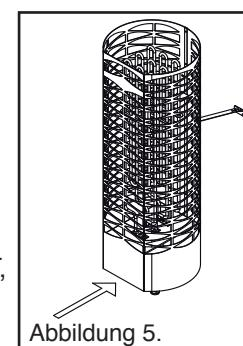

Abbildung 5.
- Der Steuerspannungsschalter des Saunaofens befindet sich an der Vorderseite untenen. ( Abb. 5 )